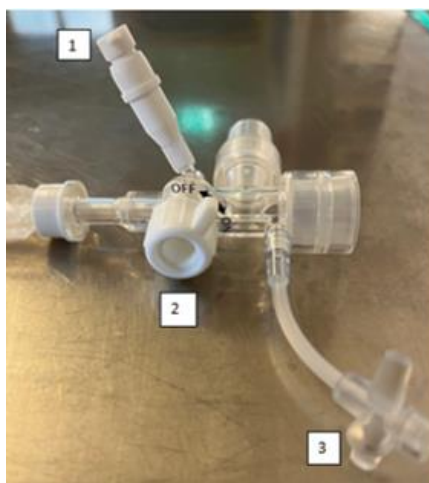

Fig. 7
1. Kontrollera att slangklämman på slurpslang till nedre luftväg är öppen och att den förslutningsbara porten för spolning är ställd i öppet läge (**ON**) (**Fig. 7**)
7. Vrid den förslutningsbara porten för spolning till stängt läge (**OFF**) (**Fig. 7**)
Tillse att den vita förslutningsbara porten för spolning är i läge **OFF** (**Fig. 7, punkt 2**).
1. Anslut medföljande NaCl-ampull (wet pak) till sköljkanalens vita nippel (**Fig. 7, punkt 1**) (alternativt en spruta med 10-15 ml NaCl 9 mg/ml)
Koppling för aerosolbehandling (**Fig. 7, punkt 3**), kan användas för att nebulisera läkemedel men används normalt sett inte på TIVA.